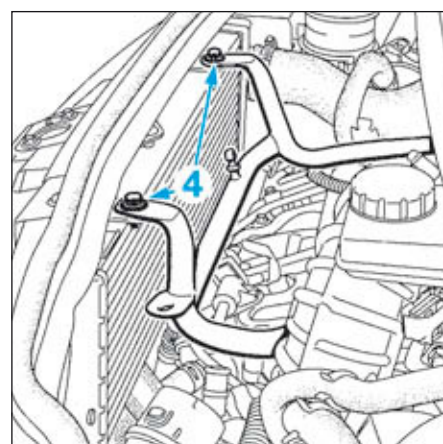

FIG.15
- Déposer les vis du support du boîtier de filtre à air (4) (Fig.15).